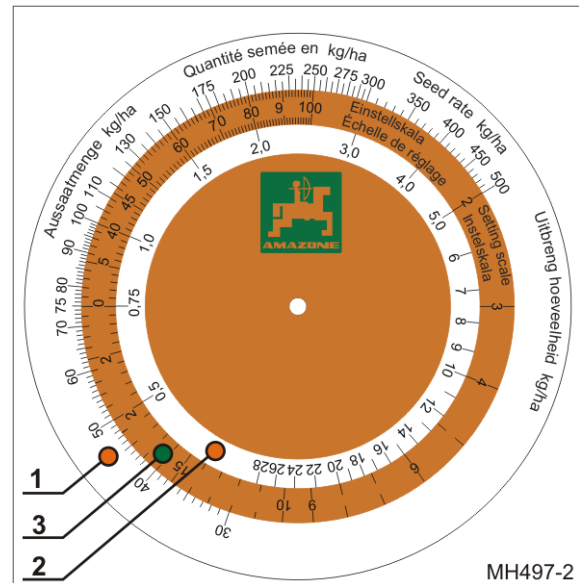

Fig. 70
- en udvendig hvid skala (Fig. 70/1) til alle udsåningsmængder over 30 kg/ha,
- en indvendig hvid skala (Fig. 70/2) til alle udsåningsmængder under 30 kg/ha,
- en farvet skala (Fig. 70/3) med alle gearindstillinger fra 1 til 100.
Regneskiven (Fig. 70) er ikke nødvendig i tilfælde af elektronisk reguleret såsædsmængdeindstilling.